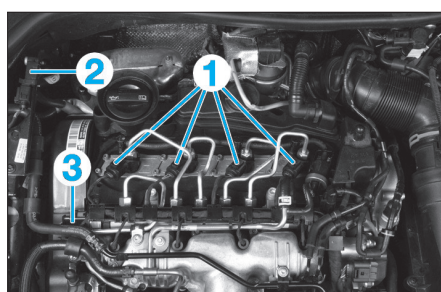

Fig. 62
pement (2) et le capteur de pression de rampe commune (3) (Fig.62).